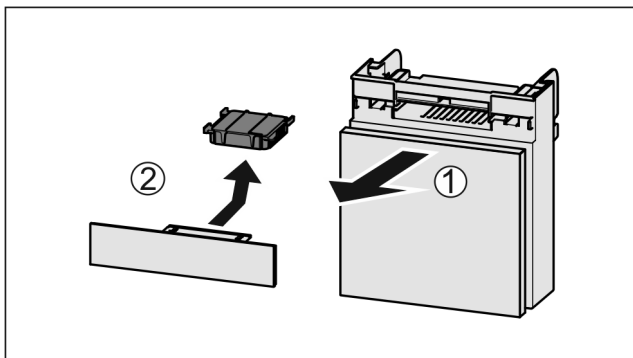

Fig. 131
- ▶ Издърпайте Fig. 131 (1) напред отделениято.
- ▶ Извадете Fig. 131 (2) филтъра с активен въглен.